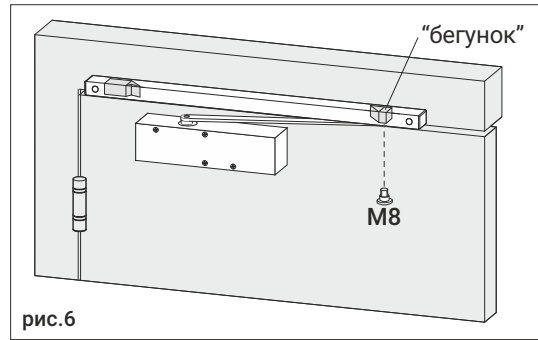

рис.6
4. Надавив на скользящую тягу, соедините ее с “бегунком” в штанге винтом M8, рис.6. Таким образом обеспечивается преднатяг при установке.